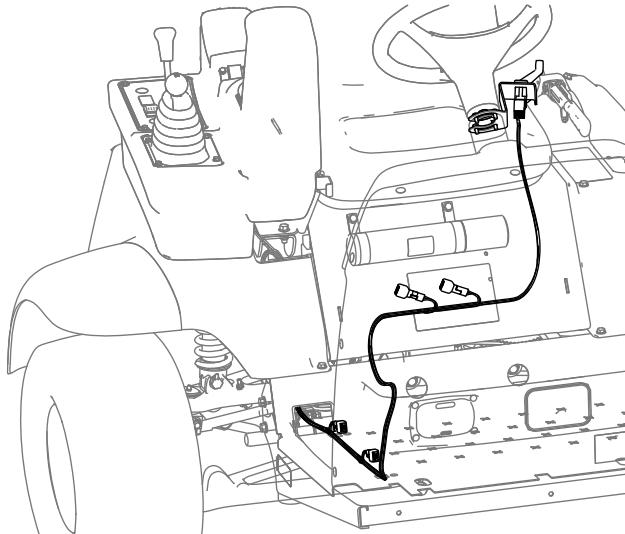

Рисунок 9
6. Проложите жгут проводки под панелью на панели пола и вверх к рулевой колонке (Рисунок 9).